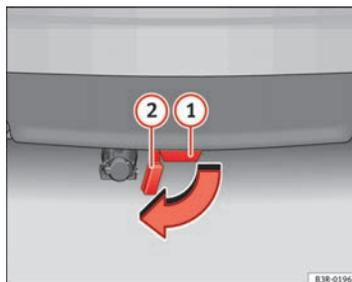

Fig. 157 Parachoques trasero: Abrir el tapón
- Extraiga hasta el tope final el tapón (2) ⇒ fig. 157 del tubo de enclavamiento (1) que se encuentra debajo del parachoques. El tapón encastra de un modo automático en el tope final.